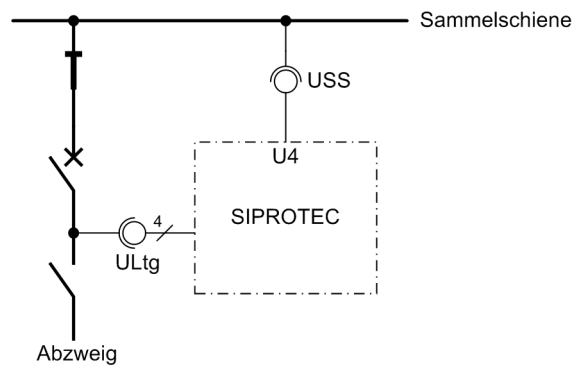

Bild 3-28 Messspannungen zur Synchronkontrolle
- Nun wird bei offenem Leitungstrenner der Leistungsschalter zugeschaltet (siehe Bild 3-28). Beide Spannungswandler erhalten so die gleiche Spannung.